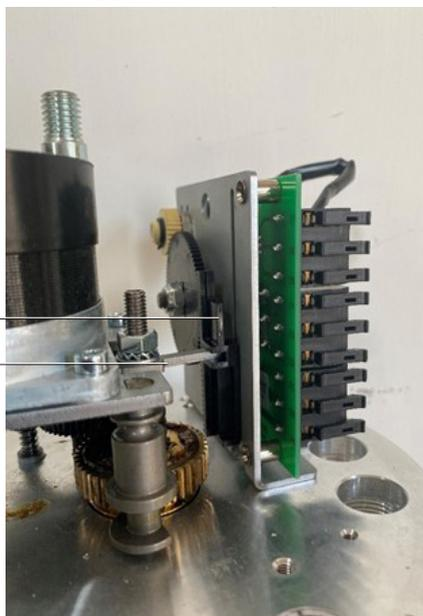

Fig. 7
- Acople a barra de feedback fixa diretamente à haste de acionamento do eixo do atuador. Consulte a Fig. 7 "Arranjo de feedback da chave de deslocamento auxiliar (1-6 kN)" para orientação do produto
- Deslize a chave S4 primeiro nos pinos de retenção da chave, garantindo que a orientação seja conforme mostrado na Fig. 7
- Deslize a chave S5 nos pinos de retenção da chave, garantindo que a orientação seja conforme mostrado na Fig. 7